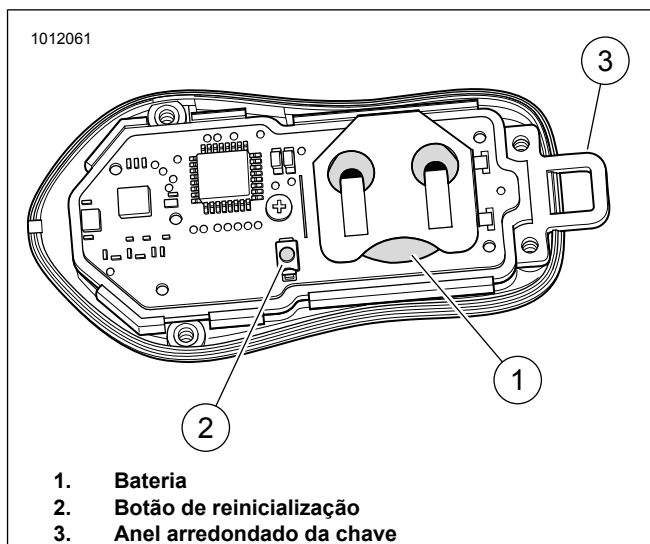

Figura 5. Reinicialização do controle remoto e da bateria
Veja a figura 5. O anel arredondado da chave (3) pode cair quando a tampa for removida. Cuidado para não perdê-lo.
Veja a figura 5. Remova os quatro parafusos que fixam a tampa traseira do controle remoto. Remova a tampa.
2. Veja a figura 5. Pressione e segure o botão (2) até que as luzes Spectra Glo no veículo passem por todas as sete zonas de cores. Continue segurando por mais 5 segundos até que as luzes Spectra Glo passem por todas as sete zonas de cores pela segunda vez.